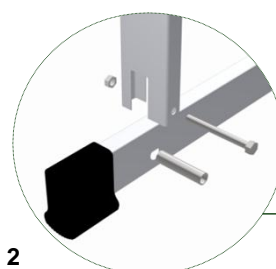

Abb. 2
1. Montage Quertraverse (Abb. 2)
- Das Einfahren bzw. Zusammenklappen der Mehrzweckleiter erfolgt sinngemäß in umgekehrter Reihenfolge von Abb. 2 und 3.